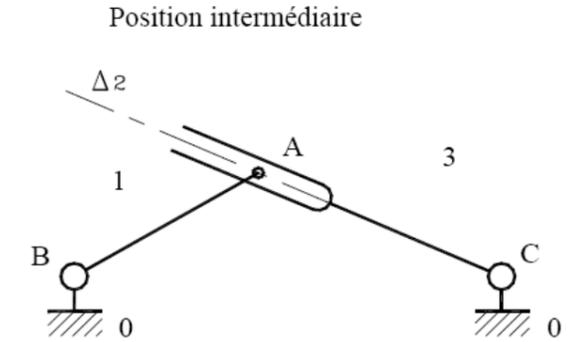

Fig. 2
- La manivelle (1) est animée d'un mouvement de rotation uniforme :  $N_{1/0} = 10 \text{ tr/mn}$ .
- Placer sur la figure (2) à l'échelle donnée le vecteur vitesse  $\vec{V}_{A 1/0}$  ainsi que sa direction  $\Delta_1$ .
- Tracer sur la figure (2) la direction  $\Delta_3$  du vecteur  $\vec{V}_{A 3/0}$ .
- Placer sur la figure 2, à l'échelle donnée le vecteur  $\vec{V}_{A 3/0}$ .